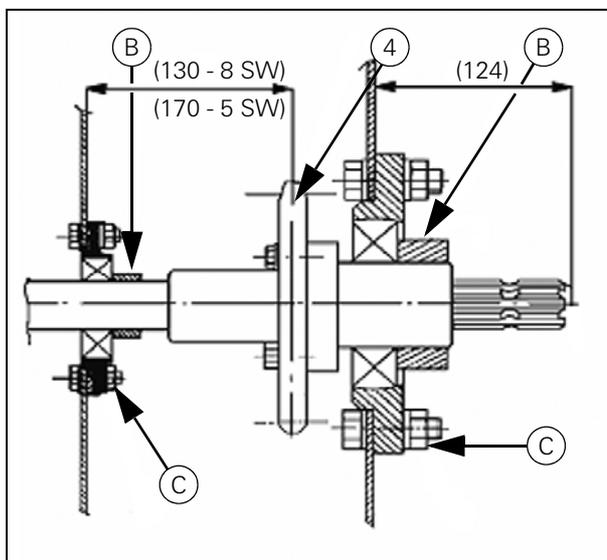

Рисунок 35
- Отрегулируйте положение вала в осевом направлении в соответствии с размерами, указанными на (Рис. 35).
- Убедитесь, что звездочки (4) приводной цепи и звездочки реверсирования находятся на одной линии.